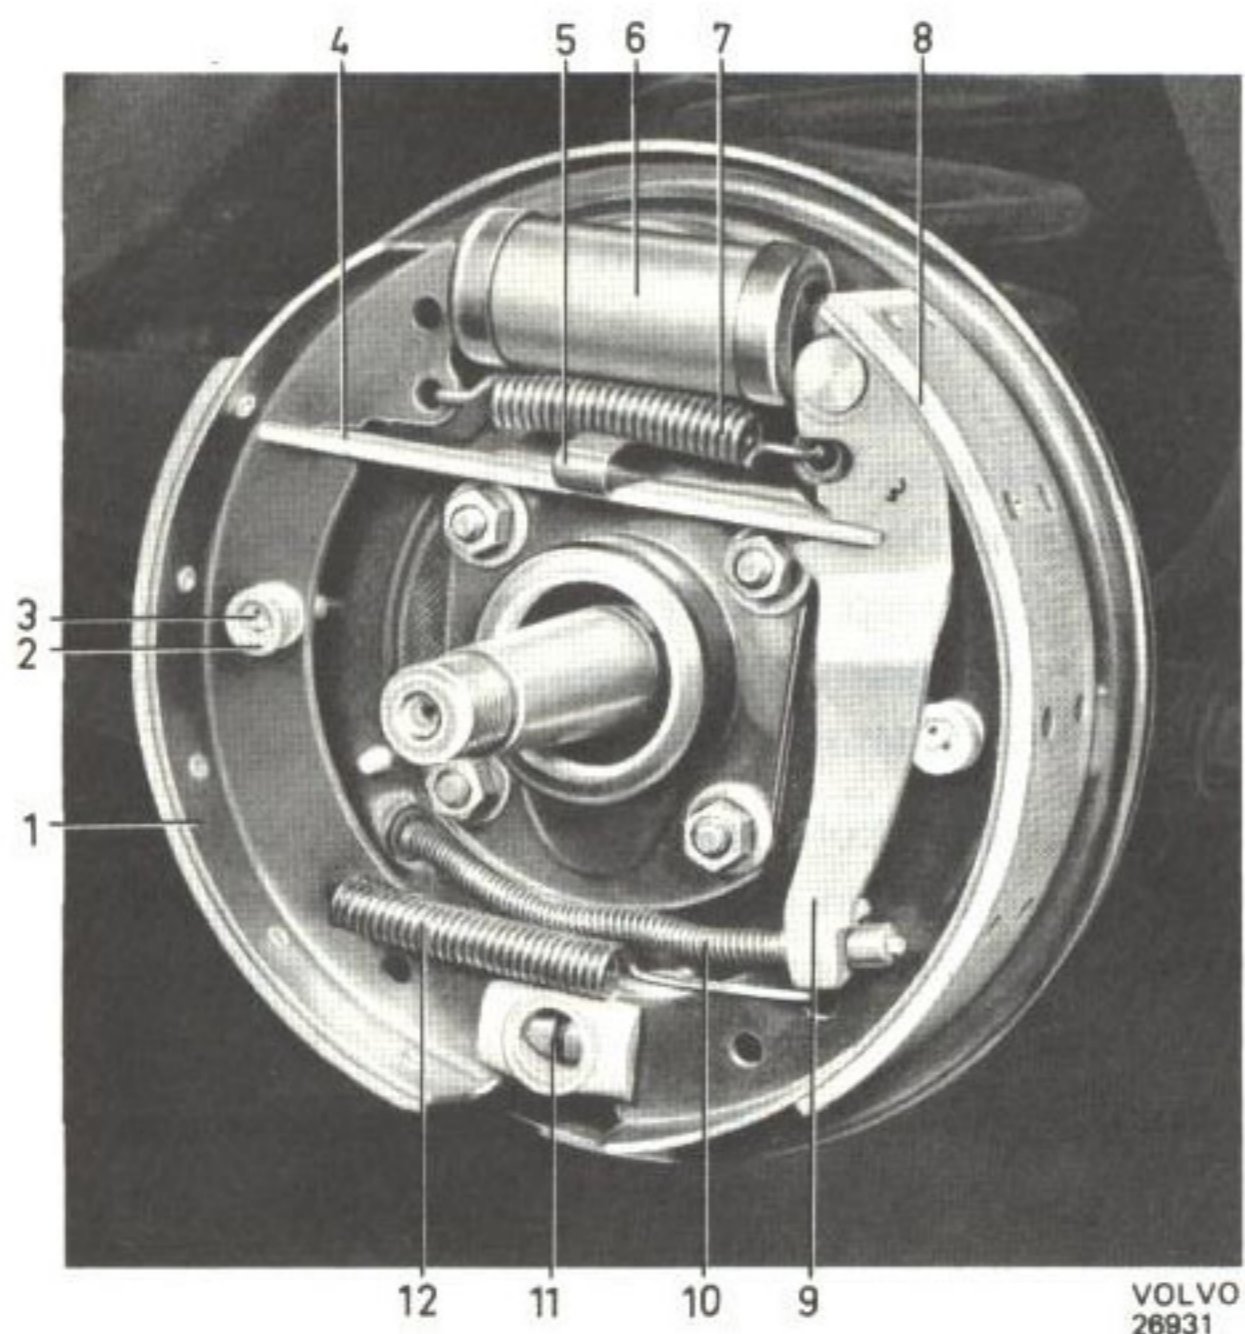

Bild 30. Bakhjulsbroms, 1-krets
2. Nita fast de färdiga orginalbeläggen. Främre belägget placeras nedtill på backen och bakre upptill, se bild 30. Använd nitar enligt specifikationen och nitpress med passande dornar. Börja nita på mitten och fortsatt utåt ändarna. Kontrollera efter nitningen att bromsbelägget ligger väl an efter hela sin längd.
Förfarandet vid limning varierar med olika fabrikat på ugn och provningsapparat varför en allmängiltig beskrivning inte kan ges. Vid limning följs noggrant limtillverkarens rekommendationer. Beläggens placering på backen framgår av bild 30. Till limningen får endast sådant lim användas, som är speciellt tillverkat för att tåla de höga temperaturer, som uppstår vid långvarig bromsning.
3. Sätt parkeringsbromsens länk på sin plats och se till att den vänds rätt. Haka på nedre retur fjädern och montera främre bromsback med styrpinne och låsklämma. Haka på övre retur fjädern med bromsfjädertång. Ta bort SVO 4074. Montera fjäderklämma (5, bild 30).